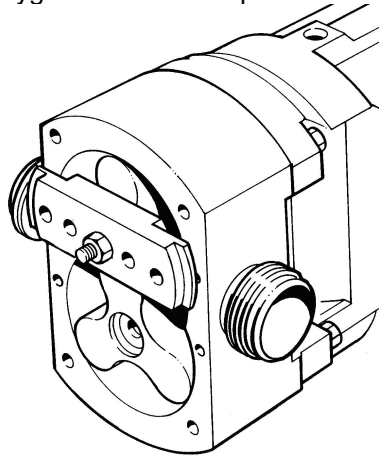

Fig 48 Verktyg för att fästa rotor
- Fäst en rotor (2.01) på en av axlarna (5.01 eller 5.02) med hjälp av medföljande verktyg och tillhörande pinnbult och mutter se Fig 48.
- Fäst en rotor (2.01) på en av axlarna (5.01 eller 5.02) med hjälp av verktyget och tillhörande pinnbult och mutter, se Fig 48, och se till att två av skruvarna på låshylsan (2.05) är synliga genom hålen i verktyget.